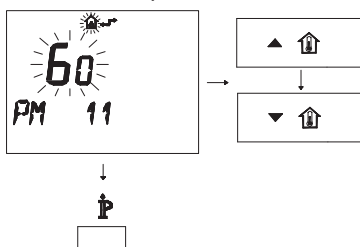

Figura 5.28
- Per modificare il SET programmato agire sui pulsanti ▲ \uparrow o ▼ \uparrow e aspettare che il numero programmato cominci a lampeggiare (Figura 5.28). Ogni passo incrementato o decrementato corrisponde a 1 secondi.